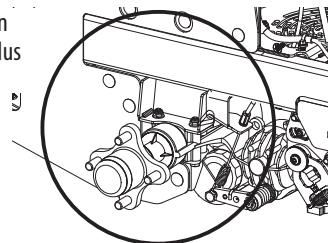

Fig. 19
- Nettoyez autour et à proximité de la transmission, de l'essieu et de la zone du ventilateur (Fig. 19).